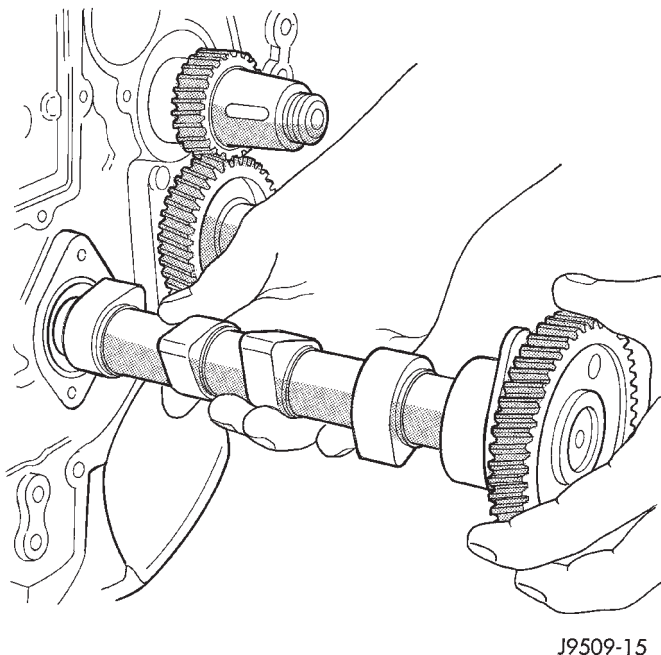

Fig. 43 Desmontaje del árbol de levas
(13) Retire los pernos con reborde y desmonte el árbol de levas (Fig. 43).